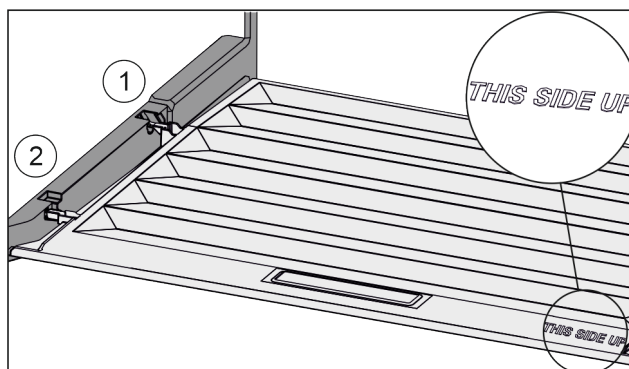

Fig. 109
- ▶ Introduceți nervura capacului prin orificiul suportului posterior Fig. 109 (1) și înclichetați-l în față în suport Fig. 109 (2).